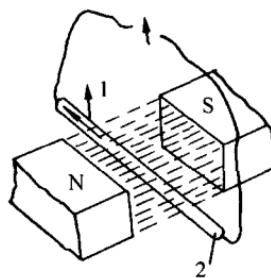
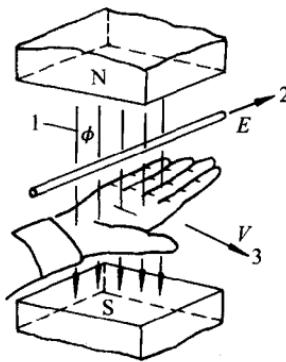

图 1-3 电磁感应现象
图 1-4 感应电动势方向判断
(1) 电磁感应现象。如图 1-3 所示, 将一根导线置于磁场中, 导线两端接一只电流表构成闭合回路。当导线向上运动时, 导线切割磁力线, 这时电流表指针发生偏转, 说明在导线中产生了电流, 这种现象称电磁感应现象。电流方向判断方法如下: 如图 1-4 所示, 伸出右手, 四指并拢, 大拇指与四指成垂直方向, 手掌朝上, 使磁力线穿过手心, 大拇指指向导线运动的方向, 四指的指向就是产生电流的方向, 即右手定则。